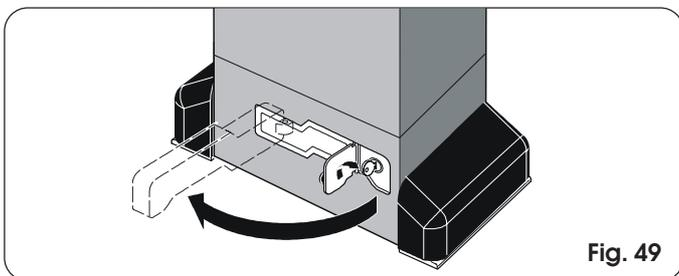

Fig. 49
- 2) Tourner la clé dans le sens des aiguilles d'une montre et tirer le levier de déverrouillage d'après la Fig. 49.